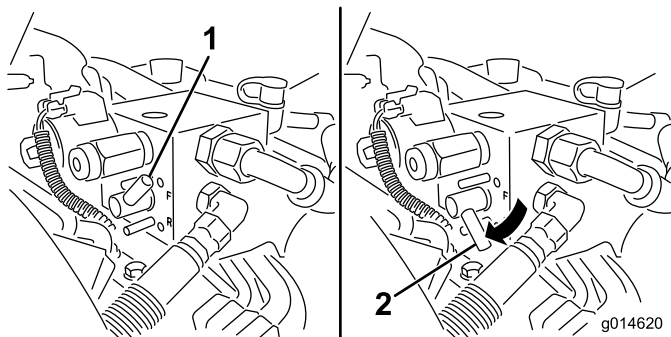

Figure 54
5. Tournez le levier de rodage à la position rotation arrière (R) (Figure 54).